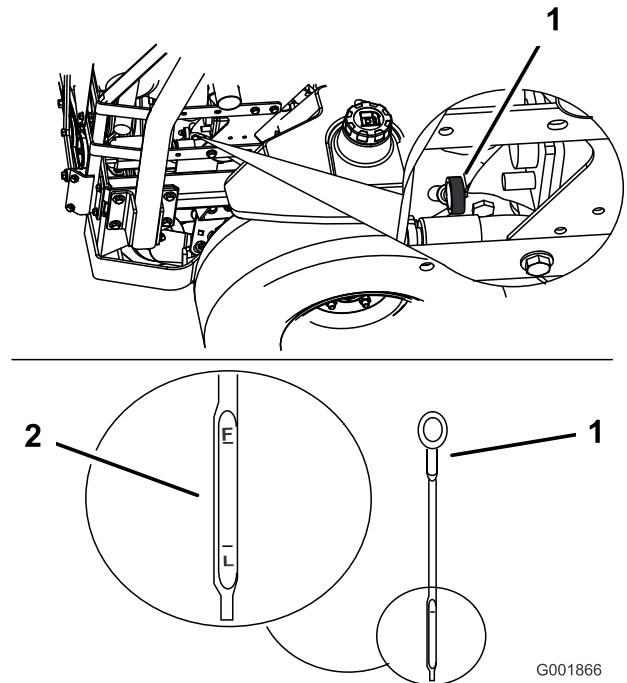

Figure 42
4. Sortez la jauge d'huile et essuyez soigneusement l'extrémité métallique (Figure 42).
5. Enfoncez la jauge complètement dans le tube. Ressortez la jauge et examinez l'extrémité métallique (Figure 42). Si le niveau est bas, versez lentement une quantité d'huile suffisante dans le trou de remplissage pour amener le niveau au repère du plein.
3. Nettoyez la surface autour de la jauge d'huile (Figure 42) pour éviter que des impuretés ne s'introduisent dans le goulot de remplissage, ce qui risquerait d'endommager le moteur.